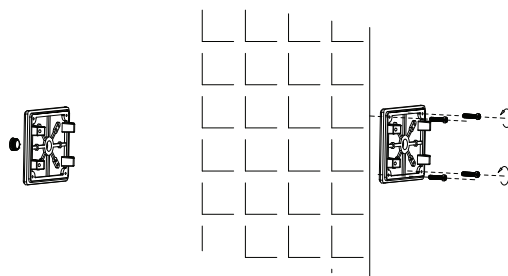

FIG. 17
3. Percez des trous dans la plaque arrière du support en fonction du modèle du boîtier de jonction utilisé par l'application. Fixez la plaque arrière du support au mur avec quatre vis (voir la **FIG. 17**).